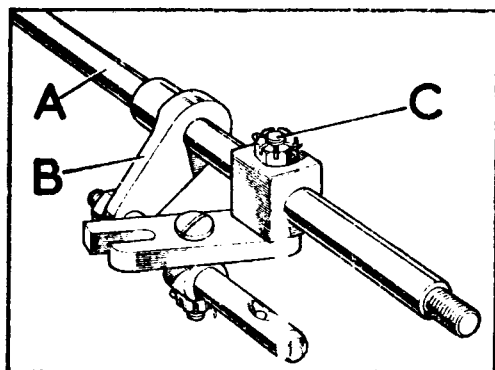

Fig. C1-58 Conjunto del eje selector y eje
3.2.3. Montar el dado del eje selector, situando los elementos de fijación, C, (Fig. C1-58), de tal manera que la tuerca y clavija queden al mismo costado en que se encuentran las muescas para el émbolo fiador.